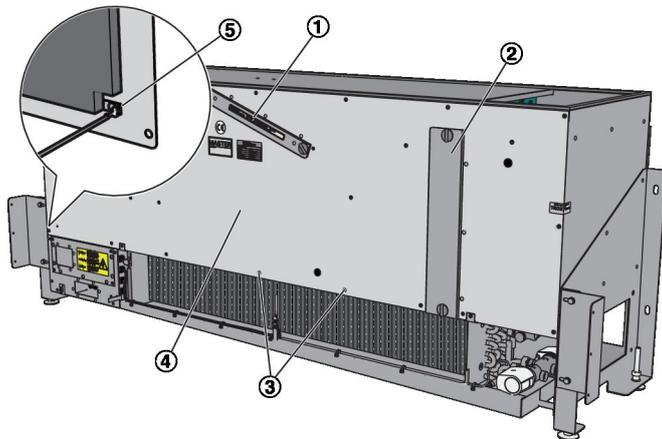

Abb. 34: Gerätedeckel montieren
1. ▶ Schutzleiter (Abb. 34/5) am Gerätedeckel (Abb. 34/4) anbringen und den Deckel am Lüftungsgerät aufsetzen. Den Gerätedeckel mit den Kreuzschlitzschrauben (Abb. 34/3) verschrauben.
2. ▶ Abluffilter (Abb. 34/1) einsetzen (Abb. 34/2) und Deckel vom Außenluftfilter montieren Abb. 34.